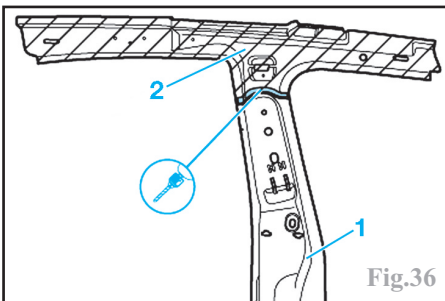

Fig.36
Découper le renfort (1) de la jonction (2) de pavillon, reporter la ligne de coupe sur le renfort neuf et le couper (Fig.36)